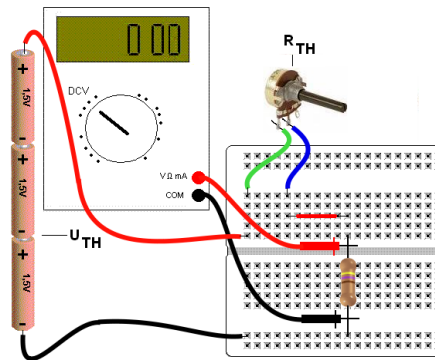

Figura 10 – Medindo a tensão na carga no circuito equivalente
5. Caso disponha de uma fonte de tensão ajustável efetue um ajuste no valor medido no item 3 (V_{TH}). Caso contrário use uma combinação de pilhas (por exemplo 3 pilhas em série para resultar 4,5 V que deve ter sido aproximadamente o valor medido no item 3).
6. Ajuste o potenciômetro exatamente no valor de resistência medida no item 4 (R_{TH}) e monte o circuito conforme Figura 10. Meça a tensão na carga e anote. Ou use uma resistência com valor igual a R_{TH} .